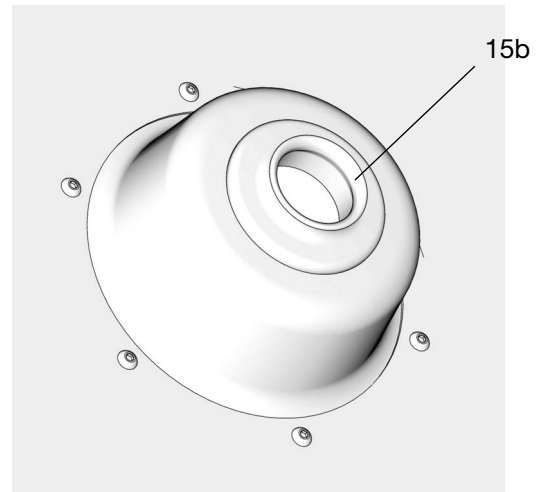

図 26
5. ゴム製グロメット (15b) がプレートの中央に配置されているか、フォロープレートを確認してください(図 26)。